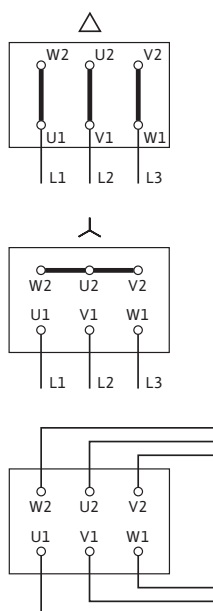

Fig. 43: Alimentare electrică
Schema de racordare electrică se găsește la capacul cutiei de borne (vezi și Fig. 43).
- Alimentarea electrică depinde de puterea motorului  $P_2$ , de alimentarea electrică și de tipul de conexiune. Comutarea necesară a punților de legătură în cutia de borne poate fi preluată din lista următoare „Tab. 4: Alocarea bornelor de conectare” la pag. 17 precum și din Fig. 43.